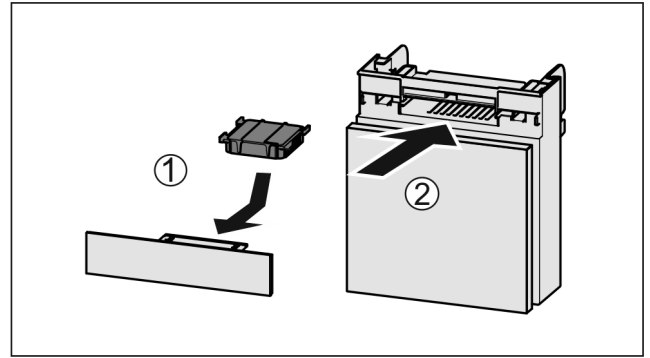

Fig. 116
- Aktif karbon filtresini şekildaki gibi yerleştirin Fig. 116 (1).
- Rafı içeri itin Fig. 116 (2).